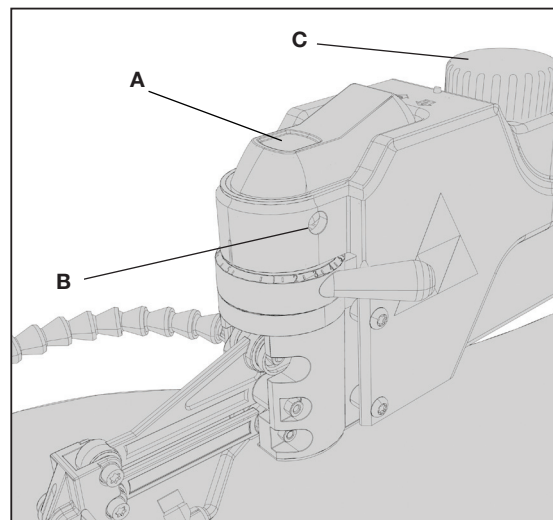

FIG. 8
Para encender la sierra, oprima la parte frontal del interruptor (A) Fig. 8. La sierra queda encendida de manera permanente. Para apagar la sierra, oprima la parte trasera del interruptor (A). La sierra cuenta con un orificio (B) en el interruptor para colocar un candado y asegurar la sierra.
Su sierra caladora cuenta con velocidad variable, de 400 a 1750 golpes por minuto. Para operar la característica de velocidad variable, gire la perilla de control de velocidad (C) Fig. 8 cuando la sierra esté en funcionamiento.